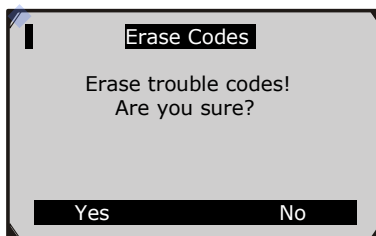

Рисунок 6.6
- 2) Появится предупреждающее сообщение с запросом подтверждения. (Рисунок 6.6)